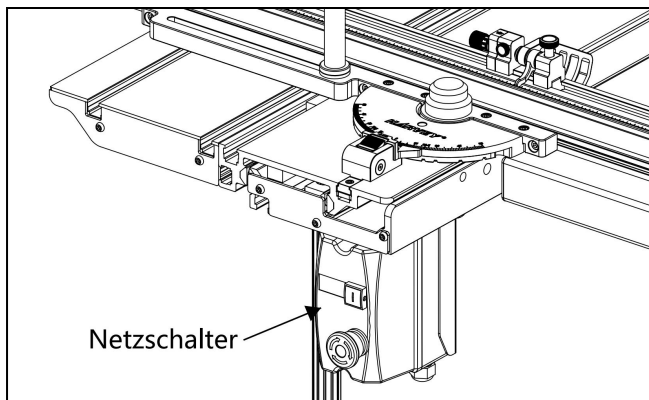

Abb. 18
A. Für einige Modelle von "Harvey", "Grizzly" und "Shop Fox" Tischkreissägen (siehe Kapitel 1) montieren Sie den Schalter an der Unterseite des vorderen Endes des Schiebetisches, wie in Abbildung 18 gezeigt. Verwenden Sie das originale Befestigungsmaterial des Netzschalters.